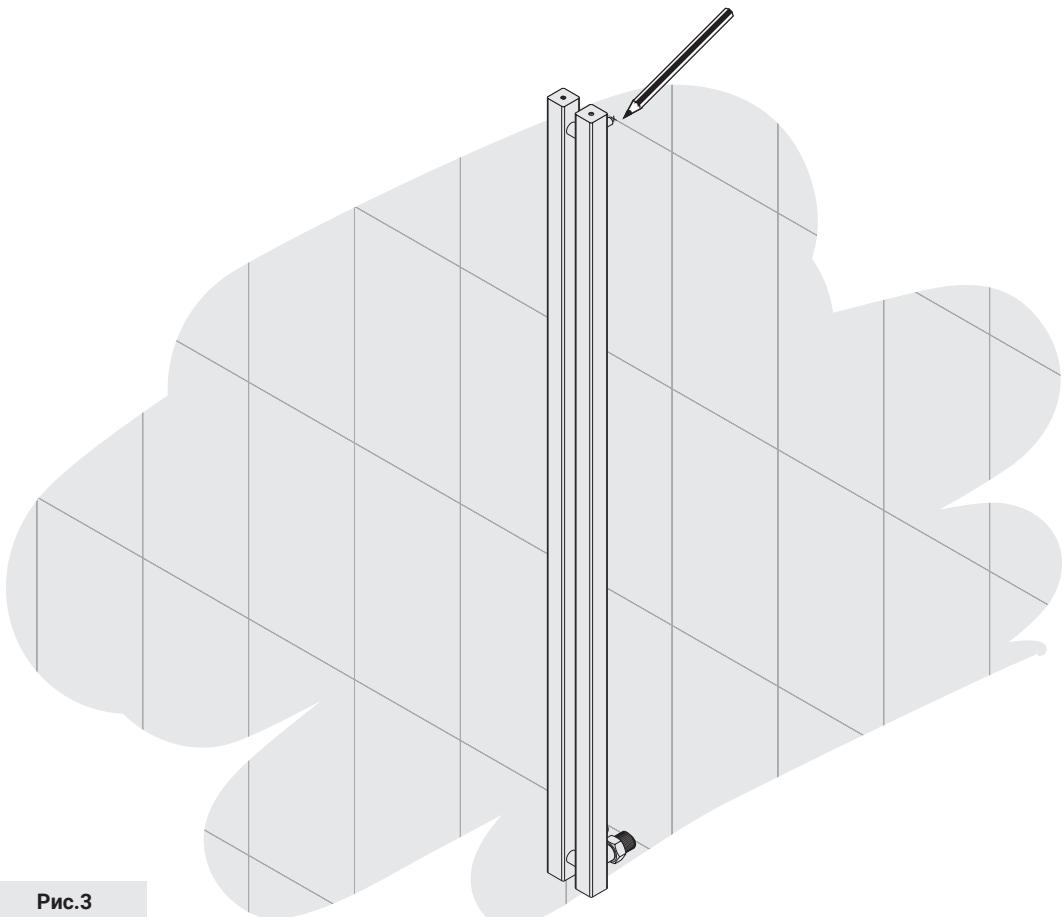

Рис.3
5.3. Произведите примерочный монтаж полотенцесушителя, накрутив накидные гайки на установленные эксцентрики (рис. 3).
5.4. Сделайте метку на стене (рис.3).